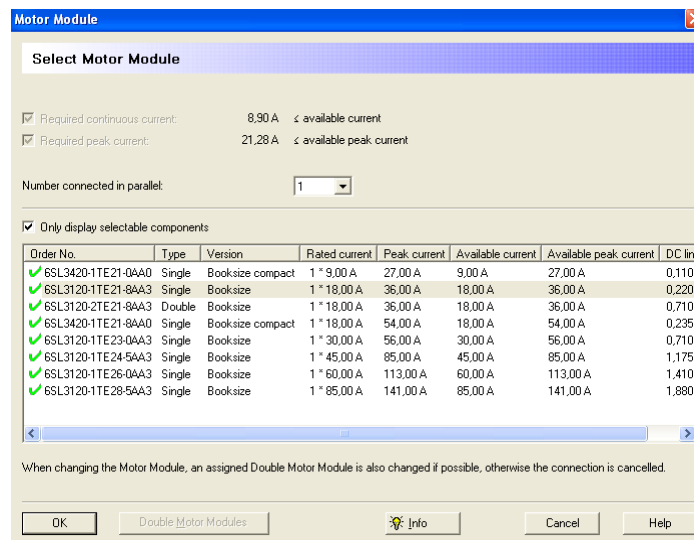

Figura 3.2.72 “Select Motor Module”
- *Motor Module*: mostrara una ventana (figura 3.2.72) en la cual se elegirá el módulo que mejor se ajuste al motor anteriormente seleccionado.